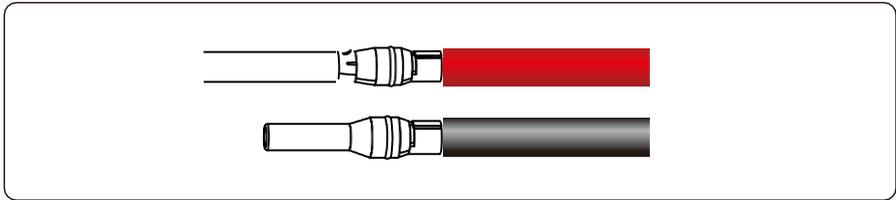

Figura 5.11 Crimpado de un conector metálico
Paso 2 Inserte los tramos pelados de los cables de alimentación positivo y negativo en los terminales metálicos de los conectores positivo y negativo respectivamente y prénselos con una herramienta, tal como se indica en la figura 5.11.